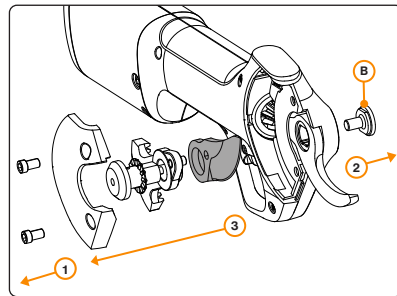

Abbildung 8. Auswechseln der Schneidmesser Klinge. Beachten Sie die Reihenfolge der Zahlen.
3. **Lösen Sie die Schrauben der Klingenverriegelung.** Drehen Sie die (2) 4-mm-Inbusschrauben zweimal um (Abbildung 8 Schritt 1).
4. **Schrauben der Klingebefestigung lösen.** (Abbildung 8 Schritt 2, Abbildung B)
5. **Tauschen Sie die alte Klinge gegen neue Klinge aus.** (Abbildung 8 Schritt 3)